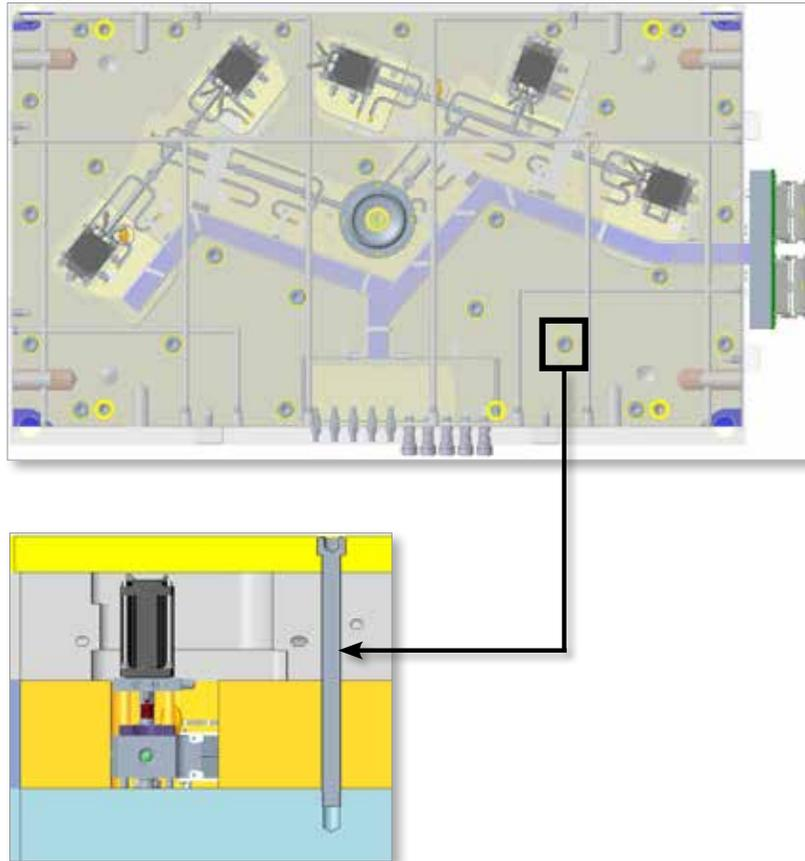

Abbildung 6-26 Entfernen der B-Schrauben
- Entfernen Sie die B-Schrauben von der Aktuatorplatte und/oder Formplatte. Siehe Abbildung 6-26.